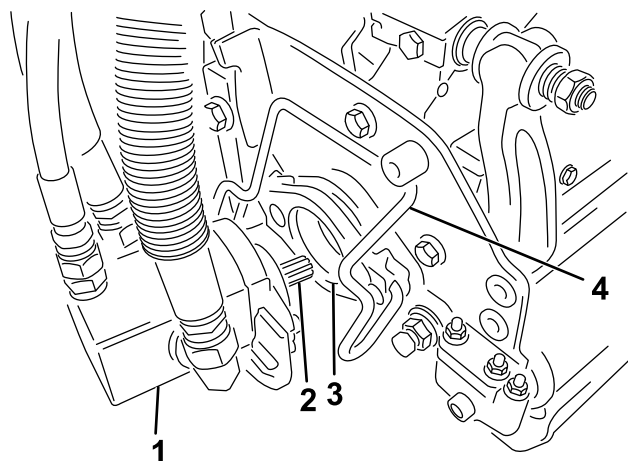

図 47
5. カッティングユニット用モータのスプラインシャフトにきれいなグリスを塗りつける図 47。
6. モータを、カッティングユニットの左側運転席から見てに取り付け、カッティングユニットについているモータ固定バーを、モータの上から被せるようにセットし、モータの左右から「カチッ」というロック音が聞こえるまで押し下げる図 47。